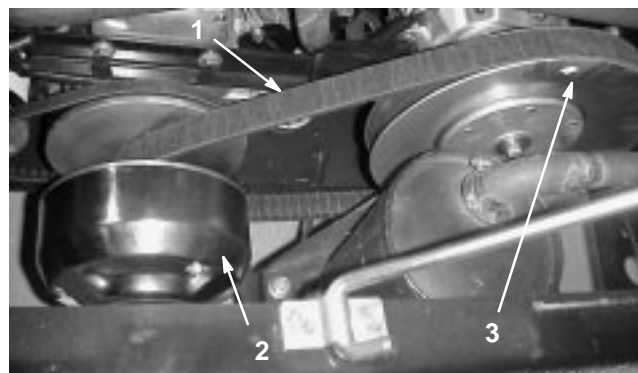

Figure 36
3. Faites tourner la courroie (Fig. 36) et vérifiez qu'elle n'est pas excessivement usée ou endommagée. Remplacez-la au besoin.
1. Faites tourner la courroie et faites-la passer sur l'embrayage secondaire (Fig. 36).
2. Déposez la courroie de l'embrayage primaire (Fig. 36).